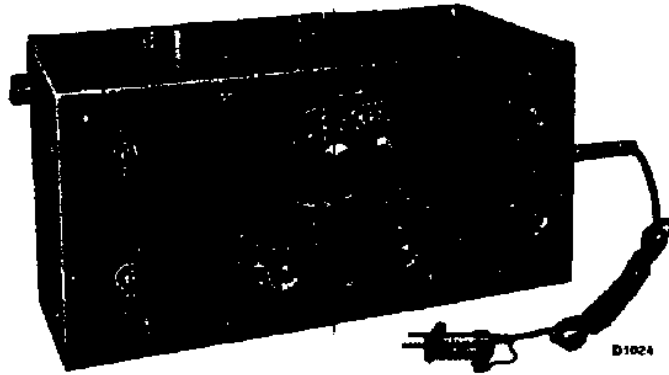

Fig. 3
1. Een service-oscillator, 4028C met een golfbereik van 200—3000 m of G.M. 2880 met een golfbereik van 14—3000 m (fig. 3).